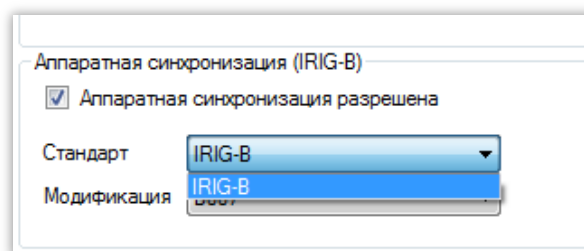

Рисунок 15 – Выбор стандарта
2.5.2 Выбрать стандарт – формат временных меток (IRIG-B) (см. рисунок 15).